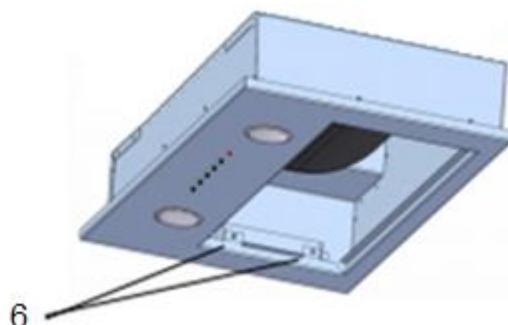

Рис. 4
3. Открутите с внутренней стороны четыре винта (5) (рис. 1) (два слева и два справа) для того чтобы снять маскирующий экран с корпуса вытяжки (рис. 1) и открыть отверстия для крепления корпуса к шкафу (рис. 4).
5. Прикрутите маскирующий экран к корпусу с помощью четырех винтов (5) (рис. 1) с внутренней стороны (рис. 4).